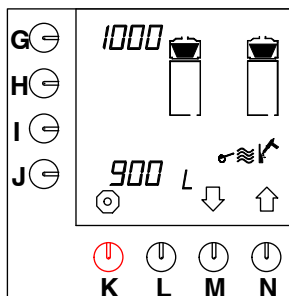

Fig. 18 Avkalkningsräknare bryggarsystem
- Avkalkningsräknaren visas på displayen (fig. 18).
- På displayen (fig. 18) bredvid programmeringstangenten (G.) visas efter hur många liter kaffe systemet måste avkalkas.